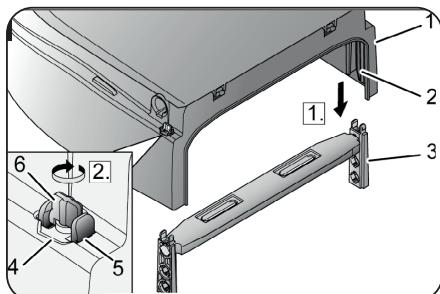

Fig. 7
- Posizionare il corpo (1, Fig. 7) del rialzo WC in modo che i supporti in altezza (3, Fig. 7) scorrono nelle guide (2, Fig. 7) del corpo.
- Premere il corpo verso il basso finché non si innestano i supporti in altezza. A questo punto si devono vedere le alette di bloccaggio grigie (5, Fig. 7) nell'apertura (4, Fig. 7) sul corpo.
- Ruotare il blocco rosso (6, Fig. 7) di 90°. In questo modo si fissano le alette di bloccaggio. Ruotare il meccanismo di